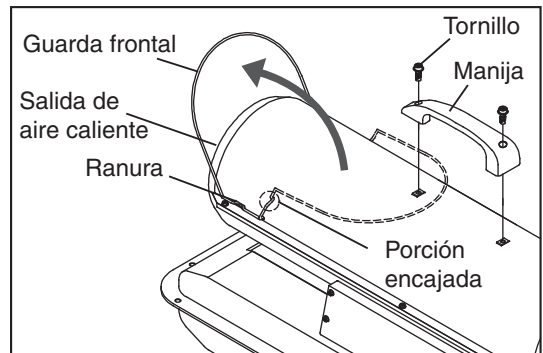

Figura 6
A. Para los modelos DFA-45T/DFA-70T únicamente (Figura 6)
2. Alinee los agujeros en la carcasa superior con los dos agujeros de montaje en la manija como se ilustra en la Figura 6.